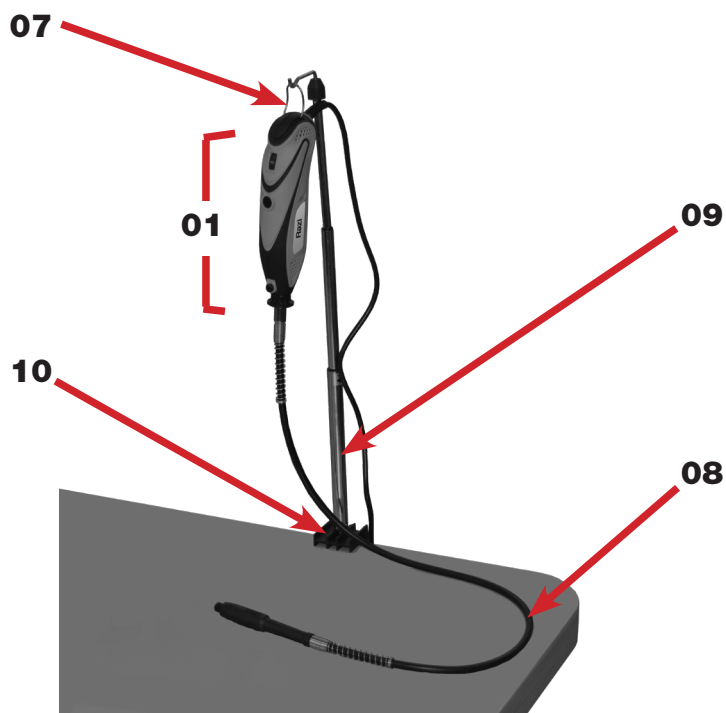

FIGURA 05 – Micro Retífica suspensa
A Haste Telescópica (09) é o acessório utilizado para sustentar a Micro Retífica (01), por meio da Alça Sustentadora (07) (figura 05).
A Base Fixadora da Haste (10) oferece a sustentação e fixação a Haste Telescópica (09), podendo ser fixada sobre uma superfície ou bancada (figura 05).